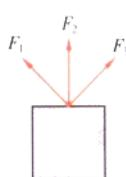

图 1-3-4
1. 图 1-3-4 中，三个大小均为 10 N 的力作用在一个重 20 N 的木箱上，刚好能把木箱提起，其中 F_2 竖直向上， F_1 与 F_2 、 F_2 与 F_3 的夹角相等， F_1 与 F_2 的夹角有多大？